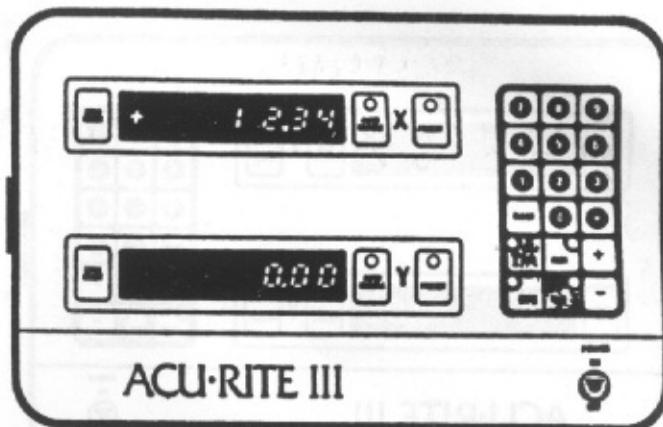

Figure 3.18 Position du compteur : mode absolu
- b) pour passer en mode absolu au cours d'une opération d'usinage en incrémental, appuyer sur la touche ABS de façon à ce qu'elle s'allume (Figure 3.18). L'affichage passera instantanément à la mesure en mode absolu (sans pour autant perdre la mesure incrémental)